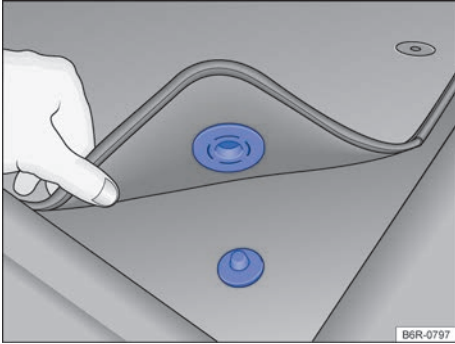

Fig. 20 Alfombra delantera del lado del conductor con fijación al perno de la alfombra.
- ✓ Acomodar bien la alfombra en la zona reposapiés del lado del conductor para que no obstruya la zona de los pedales. Dependiendo de la versión del vehículo, la alfombra delantera del lado del conductor puede tener fijación al perno de la alfombra → fig. 20.